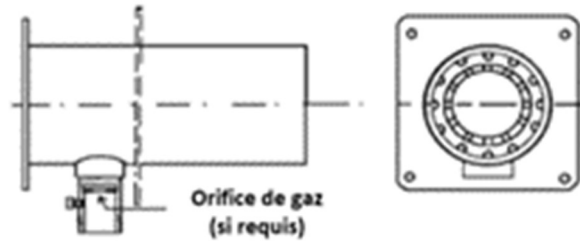

Figure 8: Emplacement de l'orifice du brûleur Modèle « C »
- Installer le manomètre (0-5 po.c.e.) sur l'orifice d'essai situé à l'entrée du brûleur, en aval de la vanne de modulation (vanne papillon) voir Figure 8.